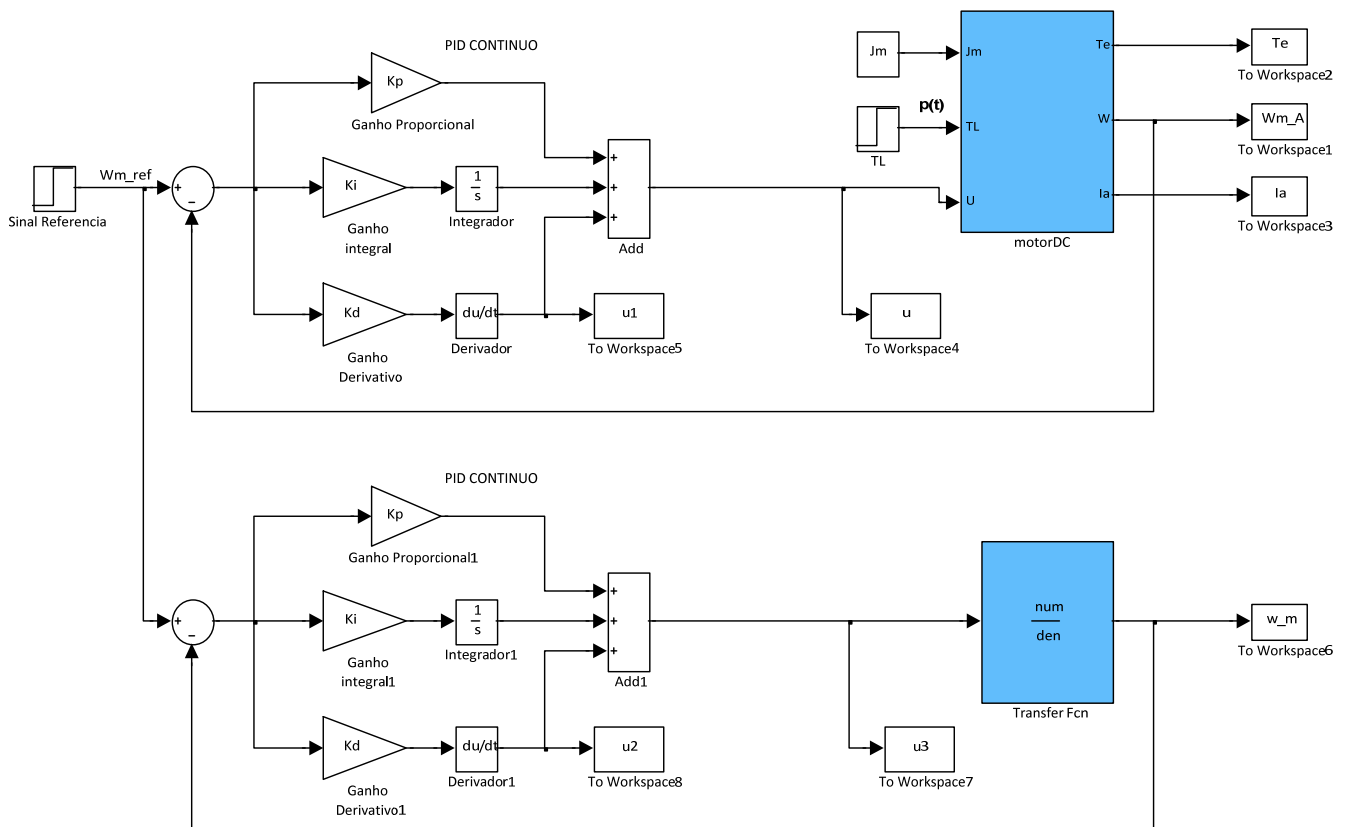

Fig.2: Sistema de controlo PID
b) Implemente um *Script* de Matlab e esquemas de Simulink num único ficheiro *mdl* tal como se apresenta na Fig.2 (usando o modelo do motor DC desenvolvido na alínea 1 e o correspondente modelo E/S) a fim de simular o comportamento do sistema de controlo (regulação e seguimento), nas seguintes condições: